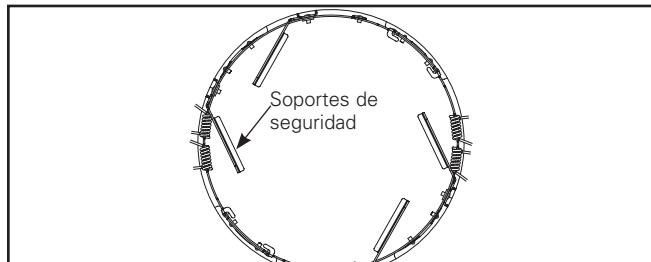
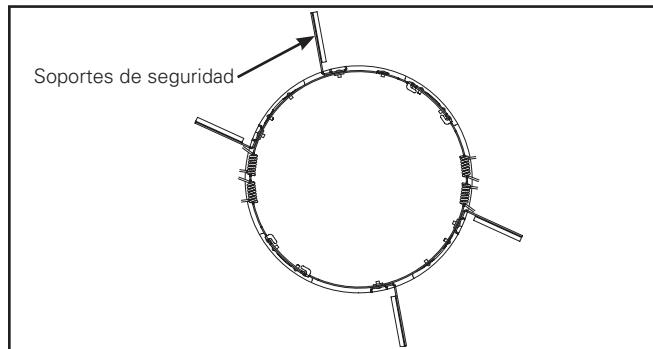

Figura 33.
Figura 34.
7. Cuando se instala por primera vez el anillo de reequipamiento en el cielo raso, cuatro soportes de seguridad evitarán que se instale el módulo LED (Figura 33). Para continuar con la instalación, gire el brazo libre de los soportes de seguridad en el sentido de las agujas del reloj hasta que el brazo forme un ángulo de 90° con la base fija del soporte de seguridad (Figura 34).